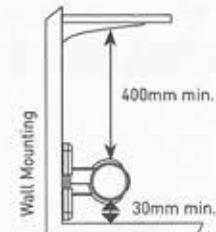

Fig.4
- * Osservare le distanze minime sotto e sopra la stufetta come indicato in [Fig. 4].